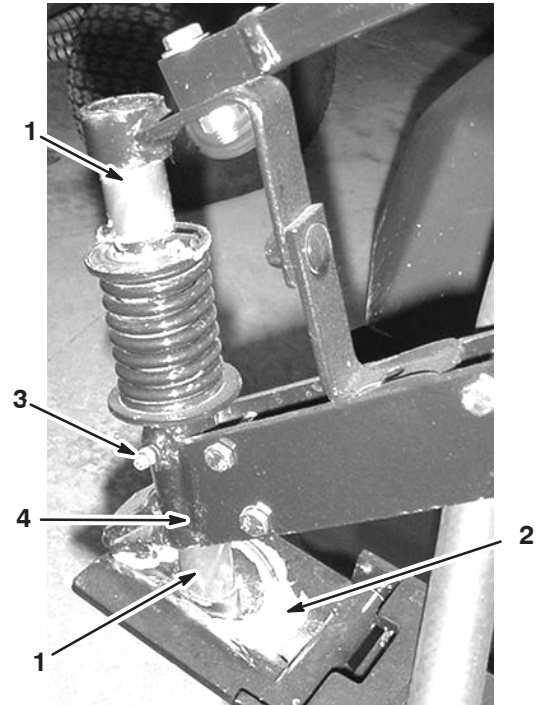

Figura 44
1. Coloque grasa manualmente en el eje de soporte y dentro del asiento de la bola de la chapa abisagrada según muestra la Figura 44.